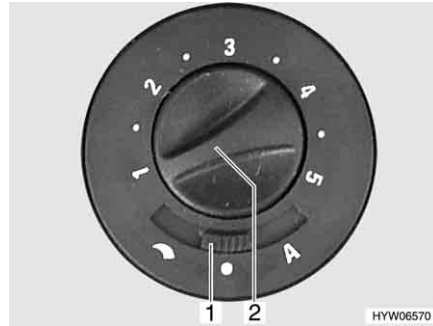

Bild 118 Bedienschalter für Umluftgebläse
- Den Schiebeschalter (Bild 118,1) auf "☾" (Handregelung) oder "A" (Automatikbetrieb) stellen.
- Mit dem Drehknopf (Bild 118,2) die gewünschte Leistung des Umluftgebläses einstellen (Handregelung) oder begrenzen (Automatikbetrieb).
- Den Schiebeschalter (Bild 118,1) auf "●" (Aus) stellen.